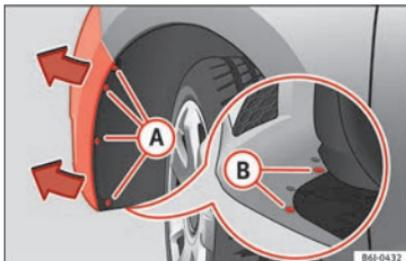

Fig. 103 Farol de nevoeiro: acesso ao conector e ao porta-lâmpadas.
- Retire os 4 parafusos (A) » Fig. 103 do interior do passa roda e os 2 parafusos infe-
riores (B) » Fig. 103 do para-choques, utilizando uma chave de parafusos.